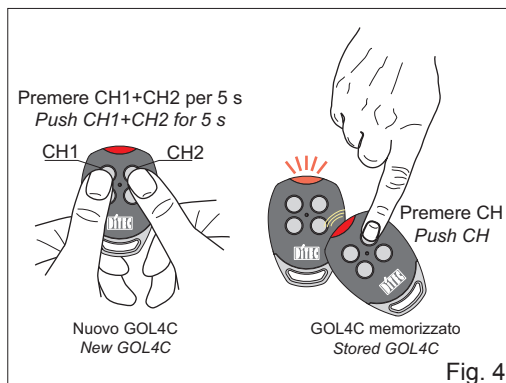

Fig. 4
6. CLONAZIONE GOL4C (fig. 4)
- Avvicinare il trasmettitore GOL4C già memorizzato come indicato in fig. 4 ed eseguire una trasmissione premendo uno qualsiasi dei pulsanti CH.
6. CLONING GOL4C (fig. 4)
- Bring the GOL4C transmitter (already memorised) near (see fig. 4), and make a transmission by pressing any one of the CH buttons.